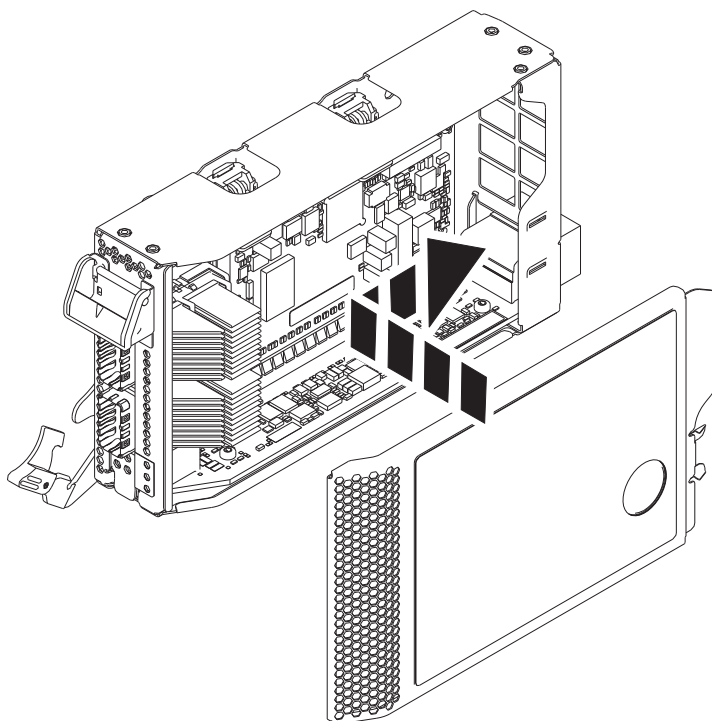

Figura 44. Substitució de la coberta del casset de l'adaptador PCIe
- a. Alineu i desplaceu la coberta del casset perquè quedi a la seva posició al casset tal com es mostra a la Figura 44.